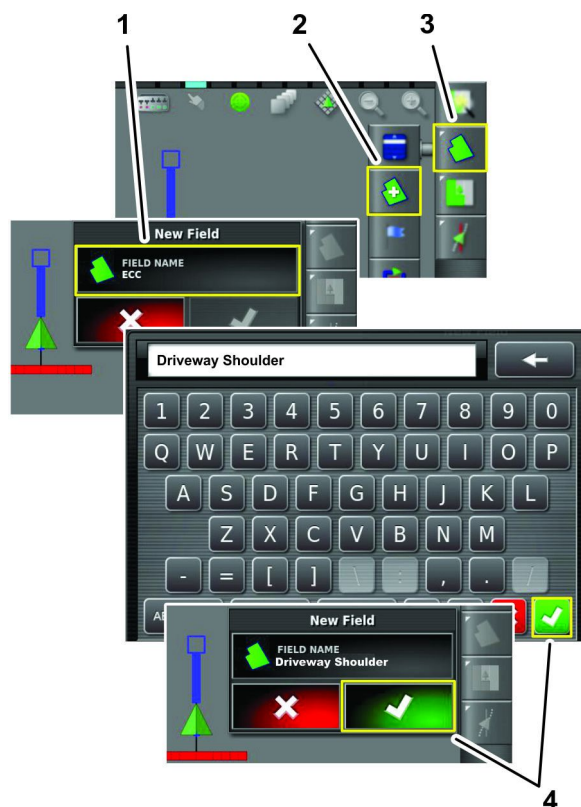

Figura 38
1. Pressione o ícone Menu de campos e, em seguida, o ícone Novo Campo (Figura 38).
2. Pressione o ícone Nome do campo (Figura 38).
3. Introduza o nome do campo no teclado virtual e pressione o ícone Confirmar (Figura 38).
4. Na caixa de diálogo "novo campo", pressione o ícone Confirmar (Figura 38).